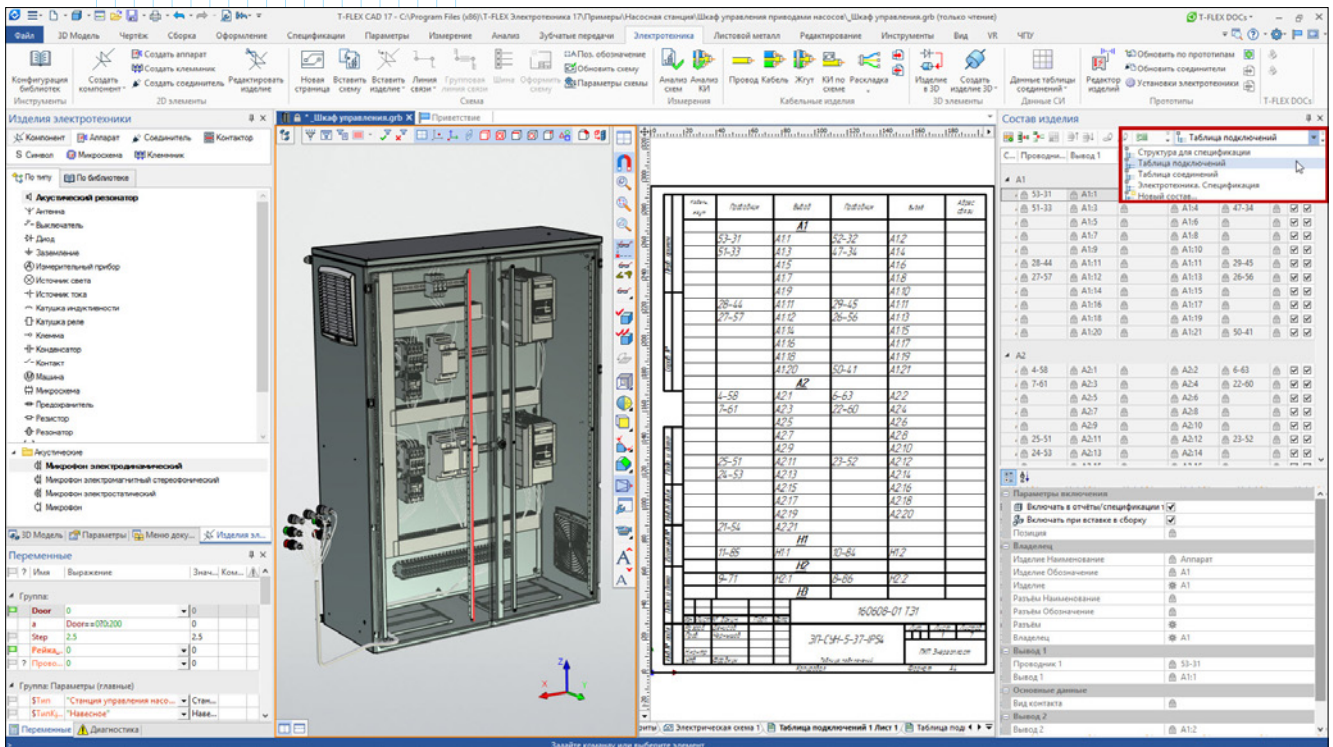

Рис. 16. Пример создания спецификации в среде T-FLEX Электротехника
- *T-FLEX* Электротехника (рис. 16);